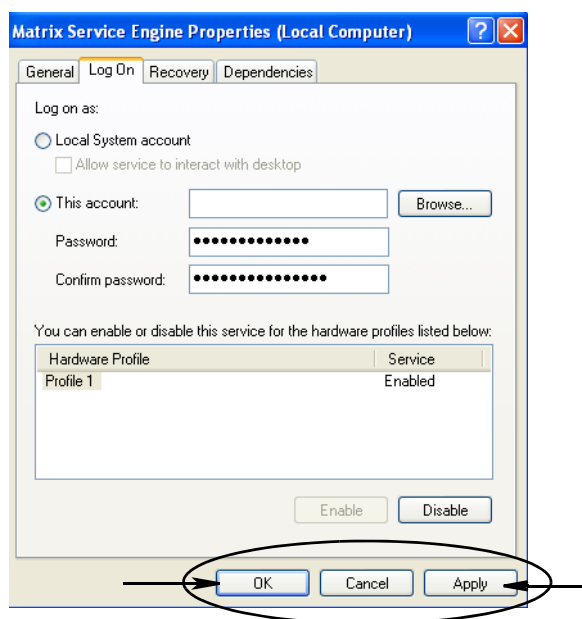

FIG. 60
- Si l'ordinateur ne peut pas trouver le nom d'utilisateur, le message d'erreur illustré dans la FIG. 60, page 54 s'affiche. Passez à l'étape j.
- i. Cliquez sur le bouton "Apply" (Appliquer) pour appliquer les modifications puis sur le bouton "OK" (FIG. 60).